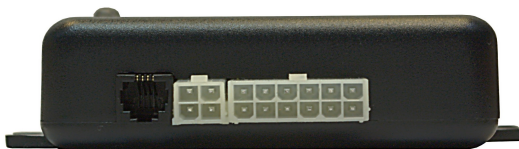

Рис. 1. Системный блок изделия СИГНАЛ (вид спереди)
В передней части системного блока изделия СИГНАЛ (Рис.1) размещены: 12-контактный разъём типа Minifit, служащий для подключения основного и резервного питания, датчиков и линий управления, 4-контактный разъём типа Minifit, содержащий выводы интерфейса RS-232 и динамика, и разъём RJ-11, служащий для подключения микрофона.
В задней части системного блока изделия СИГНАЛ (Рис.2) слева направо размещены: разъём SMA для подключения GPS-антенны, разъём MiniUSB для связи с компьютером, гнездо для держателя SIM-карты с выталкивателем (жёлтая кнопка), разъём SMA для подключения GSM-антенны. Рис.1. Системный блок изделия СИГНАЛ (вид спереди)
- системный блок изделия СИГНАЛ (Рис. 1, 2, 3);